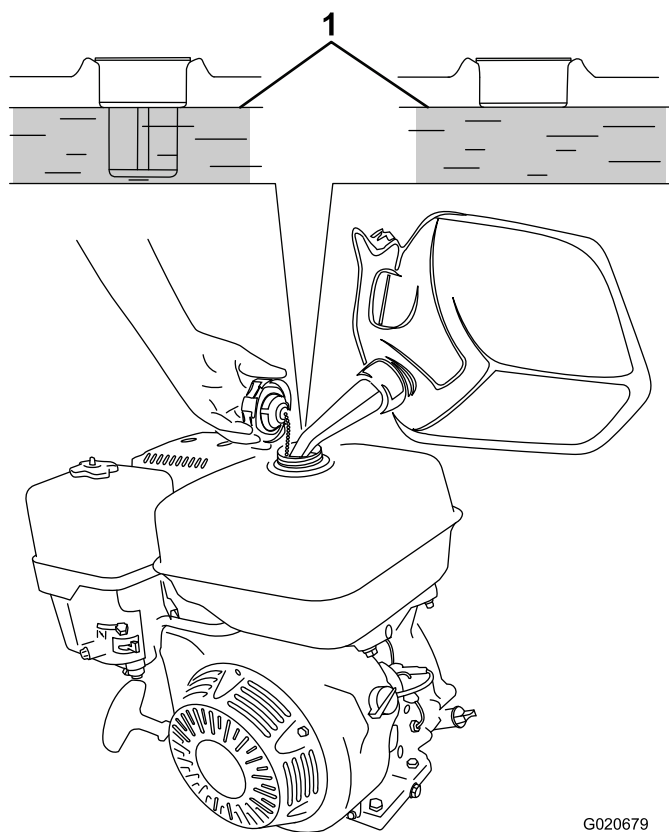

Figure 26
3. Versez de l'essence dans le réservoir de carburant jusqu'à ce que le niveau atteigne le bas du niveau maximum, comme montré à la Figure 26.